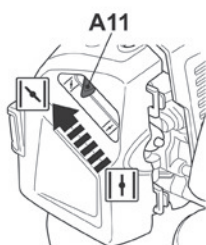

Fig. 34
- > Mova o estrangulador (A11) para a esquerda para a posição  para fechar o estrangulador (Fig. 34). Mova o estrangulador para a posição  para o arranque a frio.